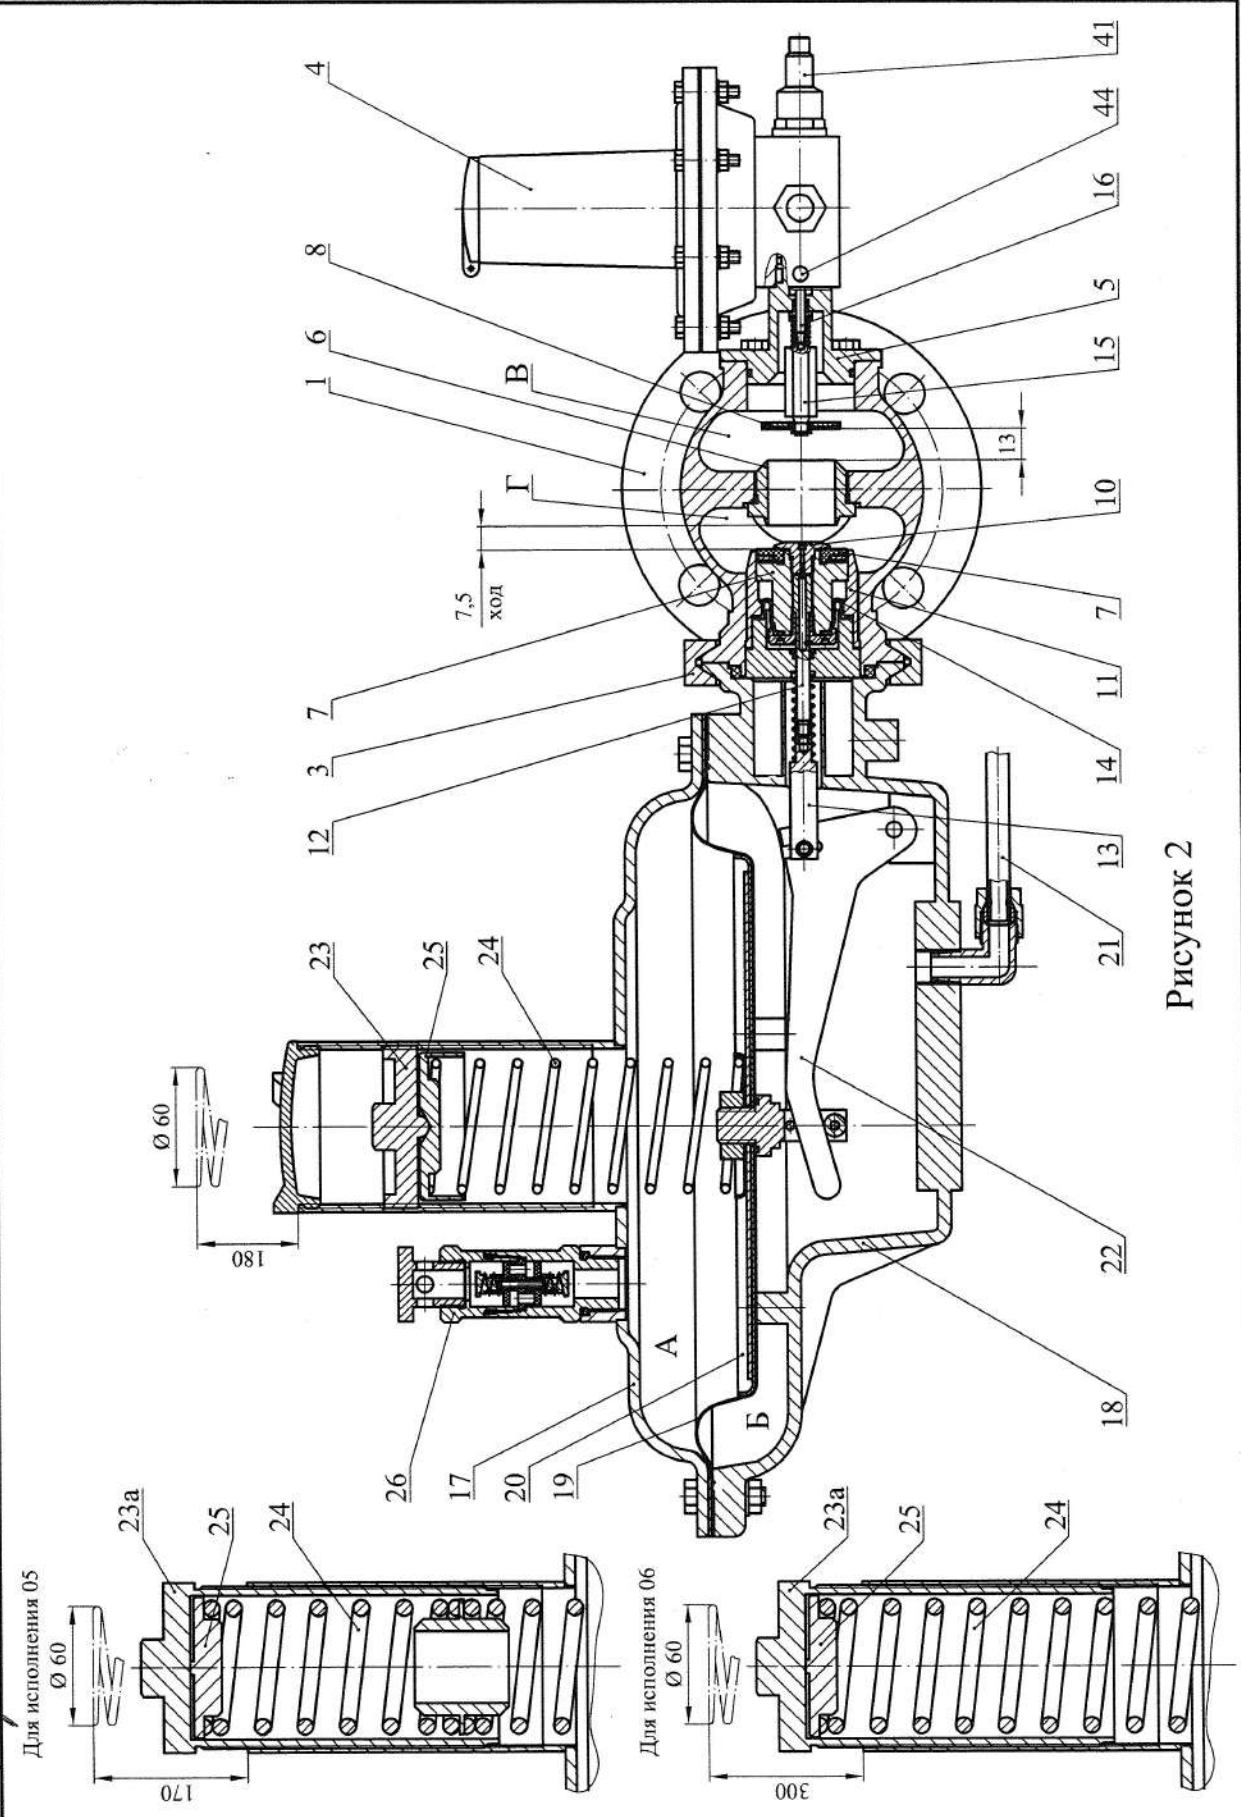

Рисунок 2
8.1.2 В корпусе регулятора 1, рисунок 2 (конструктивное решение), установлено седло 6, которое выполняет функцию как седла клапана регулятора 7, так и седла запорного клапана 8.
- конструкция регулятора предусматривает его установку в положениях, представленных на рисунке 4. Для поворота механизма настройки ПЗК 4 необходимо отпустить винты 44, рисунок 2. Для поворота механизма настройки выходного давления 2 относительно корпуса 1, рисунок 1, необходимо отпустить хомуты 3 и повернуть механизм на необходимый угол, а также установить новый импульсный трубопровод 21 (для его переустановки в комплект поставки входят: трубка длиной 0,6м, гайки и наконечники). В зависимости от ориентации механизма настройки выходного давления относительно корпуса может возникнуть необходимость переустановки внутренней импульсной трубки 45. Для этого необходимо: 1) ослабить угольник 46 и вывернуть переходник 47 вместе с трубкой 45; 2) вывернуть заглушку 48; 3) переставить местами заглушку и трубку с переходником, при этом резьбовые соединения уплотнить герметикам.